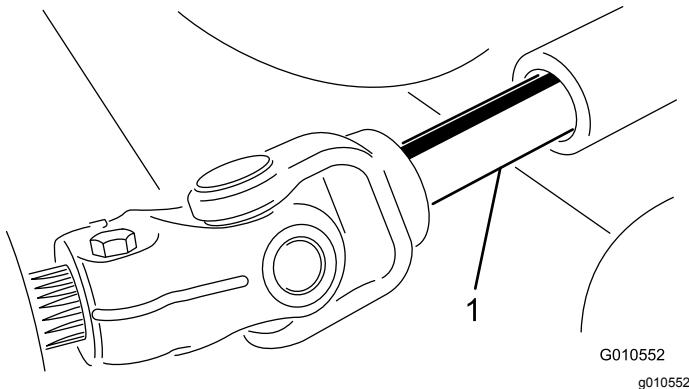

Figura 23
- Aleje la unidad de corte de la unidad de tracción, separando las secciones macho y hembra del árbol de la TDF (Figura 23).
- Introduzca el árbol macho de la TDF en el árbol hembra de la TDF (Figura 23).